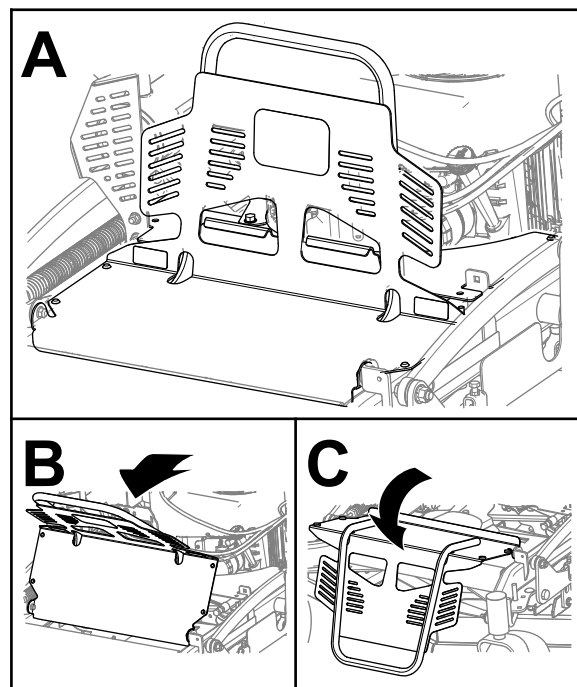

Figura 34
2. Gire el protector del motor hacia delante, tal y como se muestra en la Figura 34